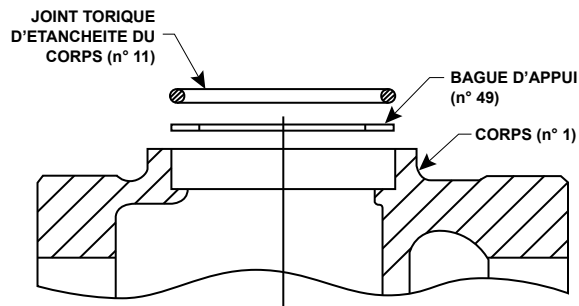

Figure 5. Vue détaillée de la zone du corps illustrant la mise en place du joint torique d'étanchéité du corps et de la bague d'appui
2. Retirez le joint torique du corps (n° 11), et faites de même pour la bague d'appui (n° 49). Voir la Figure 5.
8. Placez la bague d'appui (n° 49) dans le corps (n° 1). Placez ensuite le joint torique (n° 11) sur le corps. Voir la Figure 5.